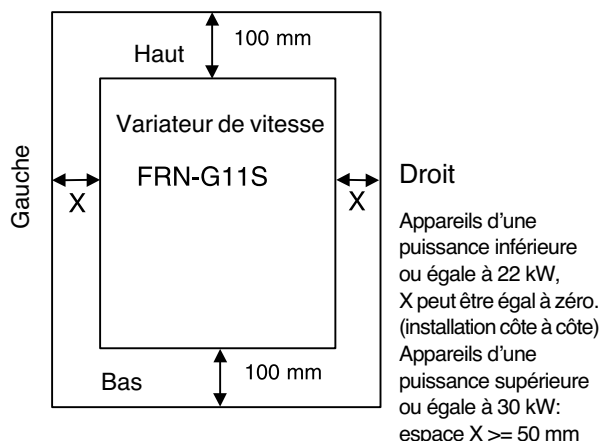

Figure 2-2-1
- Le variateur dégage de la chaleur lorsqu'il fonctionne. Il est donc indispensable de respecter les espaces d'aération spécifiés à la Fig. 2-2-1 pour assurer un refroidissement suffisant. Etant donné que l'air chaud monte, ne pas placer l'appareil sous un équipement sensible à la chaleur.